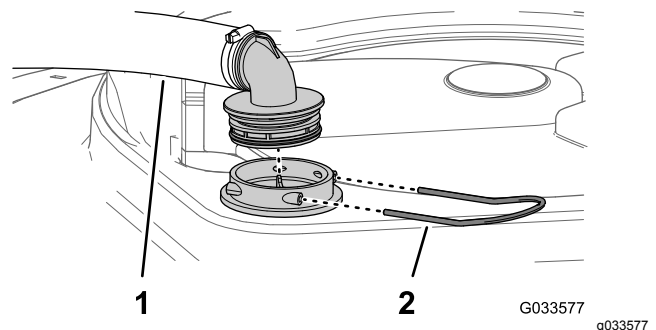

Bild 99
2. Nehmen Sie oben am Sprühbehälter den Halter ab, mit dem das Schlauchanschlussstück befestigt ist, das am dicken Schlauch und dem Filtergehäuse angeschlossen ist (**Bild 99**).
3. Nehmen Sie den Schlauch und das Schlauchanschlussstück vom Filtergehäuse ab (**Bild 99**).